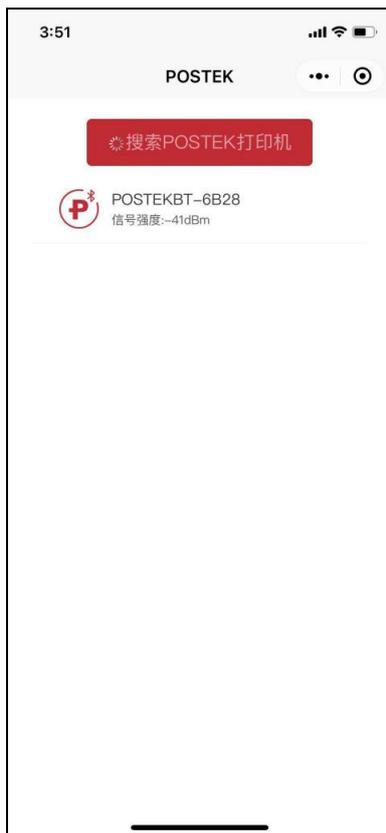

图 2-44 搜索打印机界面
2. 在自动搜索到的打印机蓝牙名称列表中, 点击对应打印机蓝牙名称, 如图 2-44 所示;